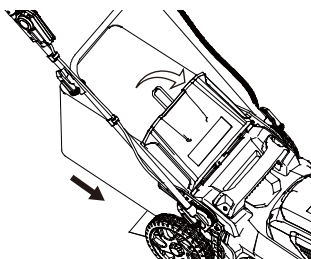

FIG. 5
4. Ouvrez le déflecteur, maintenez-le en position, puis insérez le ramasse-herbe (fig. 5).